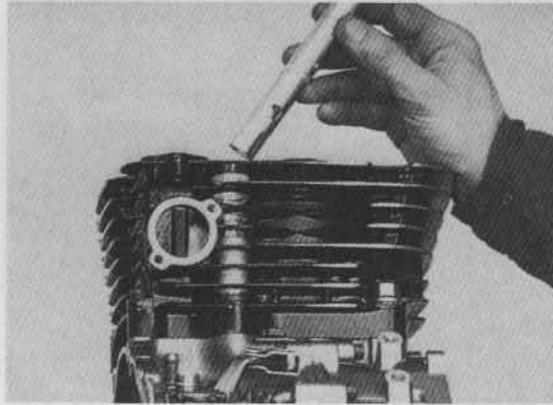

Bild 148
- Links am Zylinderfuss vorn und hinten je eine Innensechskantschraube SW 5 ausdrehen. Zwei Hülsenmutter SW 12 und zwei Muttern SW 14 jeweils vorn und hinten schrittweise über Kreuz lösen. Um an die in den Kühlrippen liegenden Hülsenmutter (Bild 148) zu gelangen, nur passendes Qualitätswerkzeug verwenden! Keinesfalls hier mit Gabelschlüssel herummurksen.